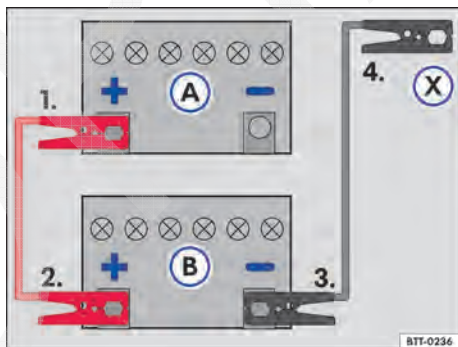

Fig. 182 Esquema para a conexão dos cabos auxiliares de partida: bateria do veículo descarregada (A) e bateria do veículo fornecedora de corrente (B).
Legenda para → Fig. 182:
- Conectar uma extremidade do cabo auxiliar de partida *vermelho* ao polo positivo → Fig. 182 ④ do veículo com a bateria do veículo descarregada ⑤ → ⚠.
- Conectar a outra extremidade do cabo auxiliar de partida *vermelho* ao polo positivo ④ da bateria do veículo fornecedora de corrente ⑥.
- Conectar uma extremidade do cabo auxiliar de partida *preto* ao polo negativo ⑦ da bateria do veículo fornecedora de corrente ⑥.
- Conectar a outra extremidade do cabo auxiliar de partida *preto* ⑧ no veículo com a bateria do veículo descarregada em uma peça maciça de metal aparafusada firmemente ao bloco do motor ou no próprio bloco do motor - porém não nas proximidades da bateria ⑤ → ⚠.